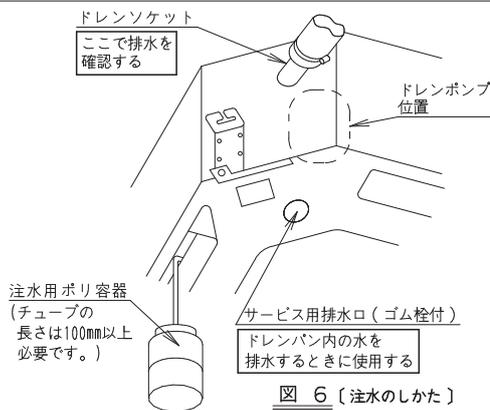

図 6 [注水のしかた]
- ドレンポンプなどの電気部品に水をかけないようにドレンソケット左側の吹出口からドレンパン内に排水確認用の水(約1リットル)を徐々に入れて、⑩ 試運転により冷房運転をしながらドレンソケットの透明部分で排水を確認してください。(図6参照)
3. ドレンポンプなどの電気部品に水をかけないようにドレンソケット左側の吹出口からドレンパン内に排水確認用の水(約1リットル)を徐々に入れてください。(図6参照)
4. 電源を入れるとドレンポンプが作動し、ドレンソケットの透明部分で排水確認ができます。(図6参照)